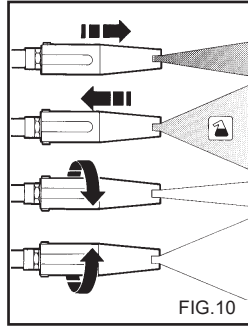

FIG.10
GEBRUIK VAN DE REGELBARE SPROEIKOP MULTI-REG (Fig. 10)
2) De hoge druk schoonmaakmachine inzetten, het kraantje voor het wasmiddel (Fig. 6B) openen, de knop op de spuitslang voor de aanzuiging (Fig. 10) van het wasmiddel aanzetten en de te wassen oppervlakte met wasmiddel besproeien met een beweging van beneden naar boven. Enkele minuten laten inwerken.